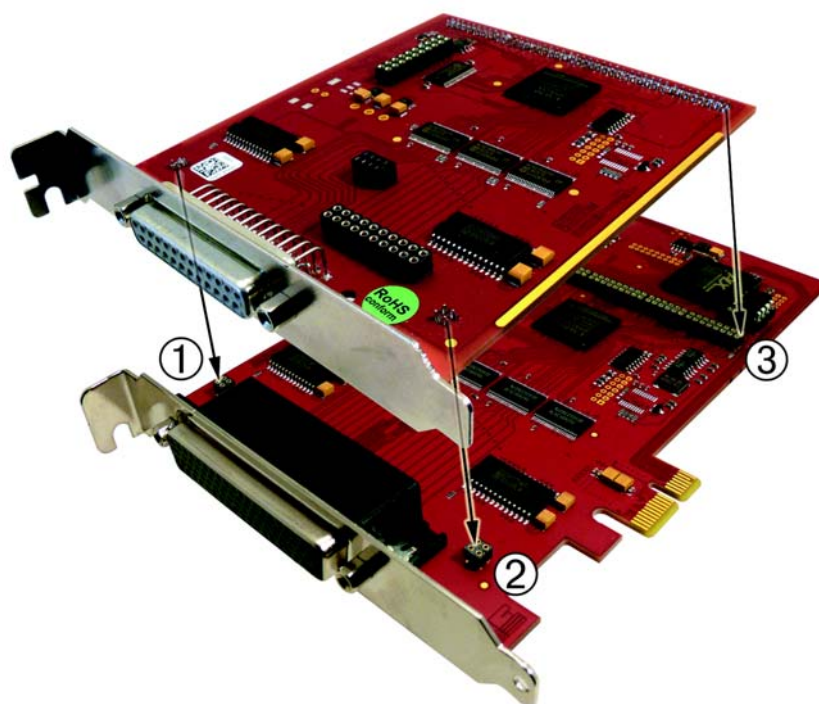

Abb. 1: Montage der Aufsteckkarte
3. Stecken Sie die Aufsteckkarte Karte vorsichtig und mit wenig Druck auf die dafür vorgesehenen Stiftstecker (siehe Abb. 1, Position 1, 2 und 3). Vergewissern Sie sich, dass die Karte vollständig aufgesteckt ist.